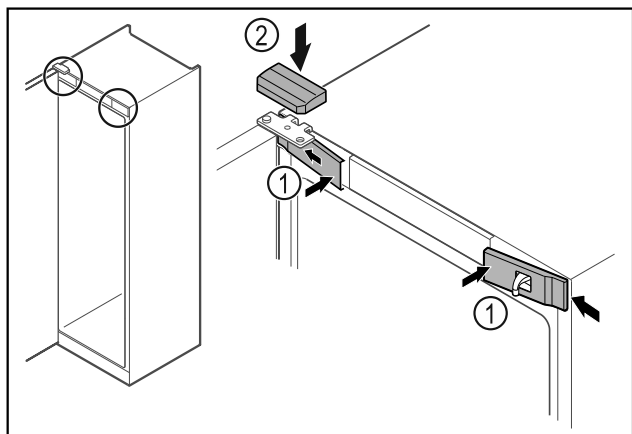

Fig. 46
- ▶ Klik de forreste afdækninger Fig. 46 (1) i på siden, og lad dem gå i hak.
- ▶ Klik på den øverste afdækning Fig. 46 (2) på ovenfra.